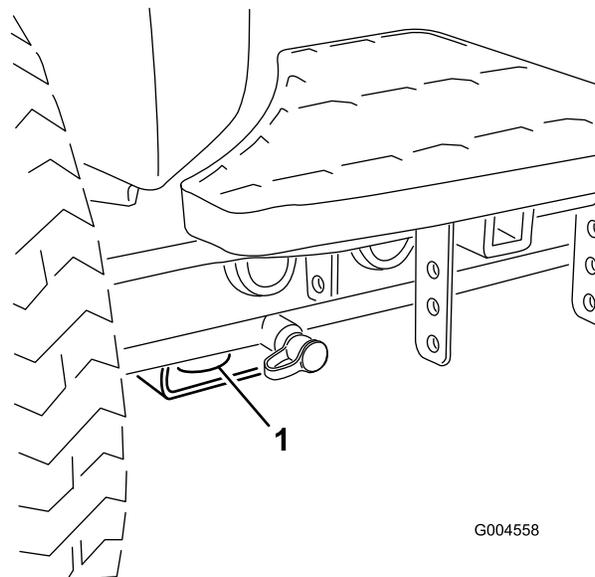

Figura 38
- Anteriore – Foro nel supporto rettangolare, sotto il tubo dell'assale, all'interno delle ruote anteriori (Figura 38).